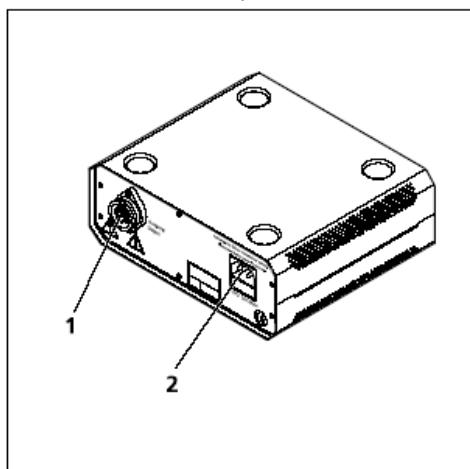

图 3-32 HBO 100 W 变压器
- 将多极 HBO 100 灯插头与 HBO 100 W 变压器的适配器（图 3-32/1）连接。使用一个保持圈作保护。
- 首先将线插到 HBO 100 W 变压器的电源插座（图 3-32/2），然后将电源插头插到电源插座上。